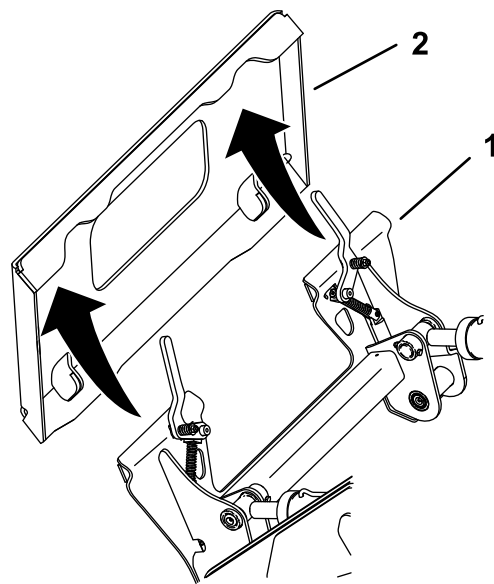

Figura 31
5. Coloque la placa de montaje debajo del reborde superior de la placa receptora del accesorio (Figura 31).